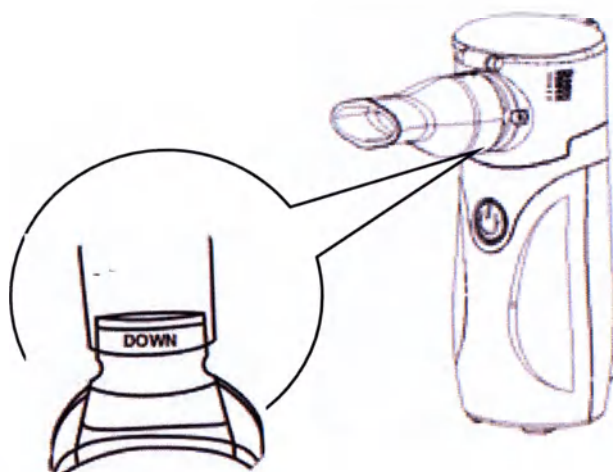

Рис. 9
- Соедините мундштук с выходом сетки. (Обратитесь к рис. 9)